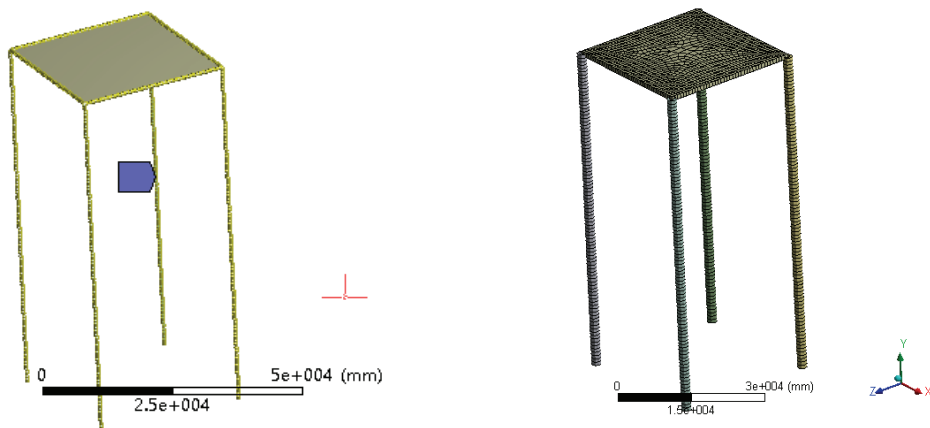

图 12-7 网格划分图
3) 选择待划分体的所有边缘, 如图 12-7 所示, 在细节窗口中的 Geometry 选项下单击 Apply。